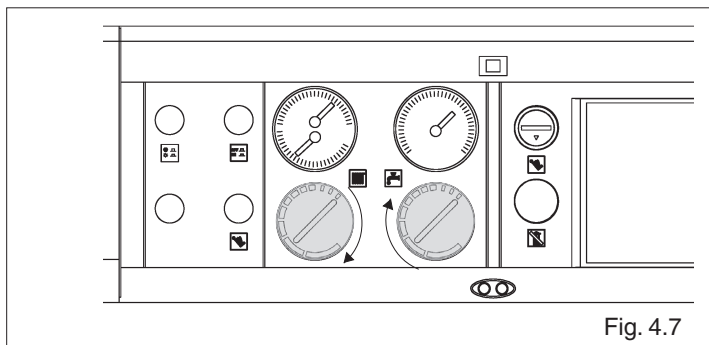

Fig. 4.7
- se modifique la regulación de los termostatos de la caldera (fig. 4.7)